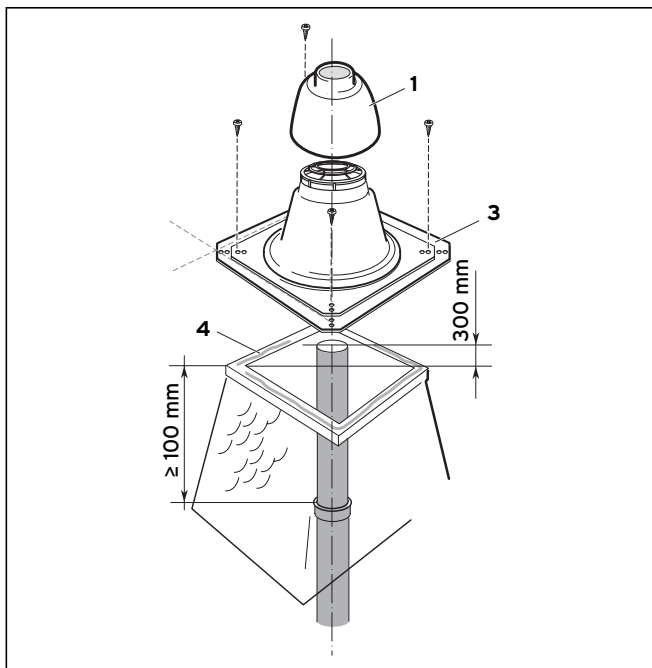

Рис. 6.11 Монтаж насадки на шахту при жесткой системе отвода продуктов сгорания в шахте
- Зажмите колпак насадки на шахту (1, см. рис. 6.11) на трубу жесткой системы отвода продуктов сгорания и сильно надавите. (Колпак не защелкивается в ножке.)
- Загерметизируйте край устья силиконом (4, см. рис. 6.11).
При необходимости можно уменьшить ножку насадки на шахту (3, см. рис. 6.11) (отпилить край).
- Закрепите ножку насадки на шахту (3, см. рис. 6.11) четырьмя винтами на краю устья.